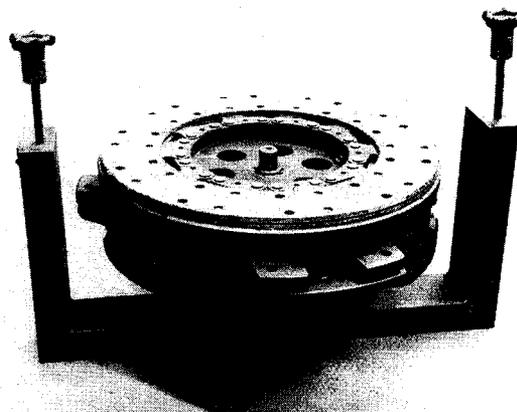

Fig. 8
3° Poser l'embrayage sur le pont MANA-2, comme l'indique la figure 8, préalablement équipé de la fourrure $\varnothing = 38,2$ et maintenue serrée sur le canon au moyen de sa vis "Allen".
Poser ensuite le disque garni (10) véhicule comme l'indique la figure 8.